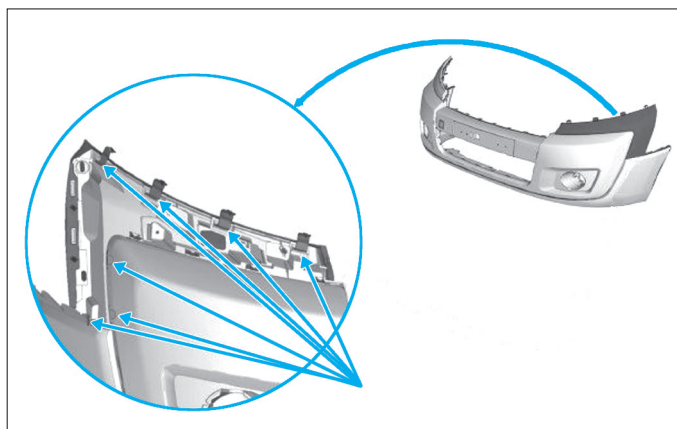

Fig. 84
- Dégrafer (1) l'enjoliver latéral (Fig.84).